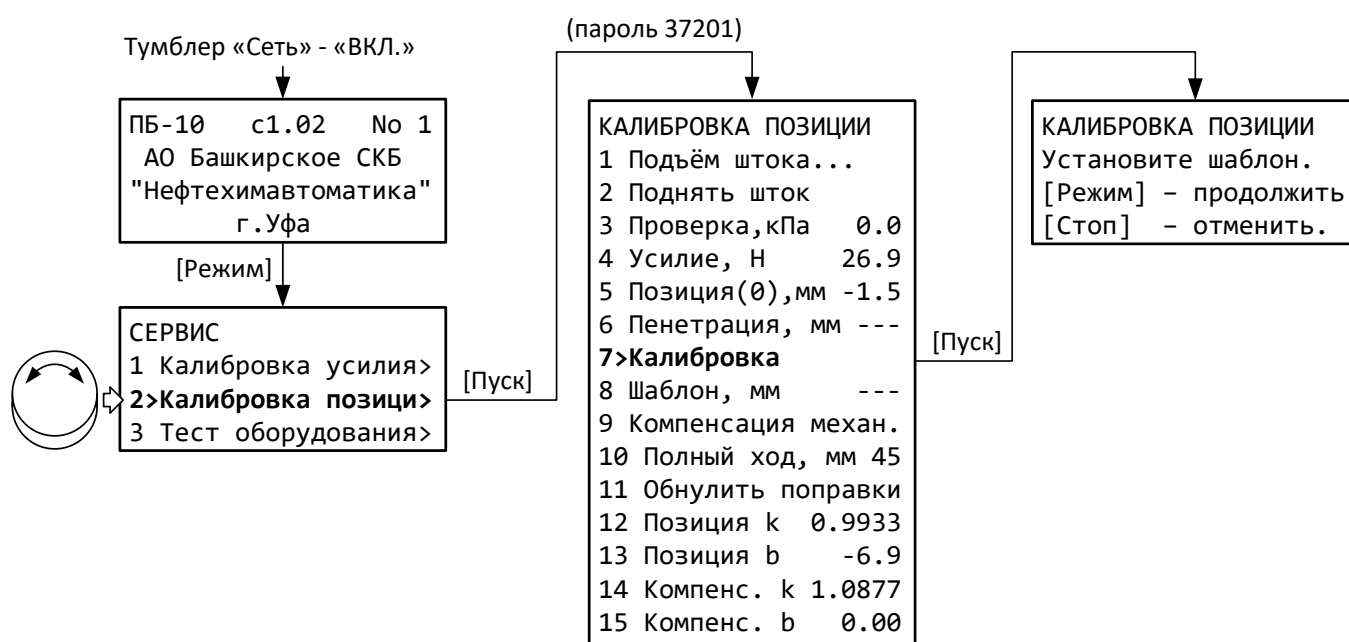

Рисунок 20 – Меню «Калибровка позиции»
5.6.1 Включить аппарат и перейти в меню «Калибровка позиции» (рисунок 20); для подтверждения входа в меню калибровки ввести пароль «37201». Инструкция по редактированию параметров приведена в приложении А, пункт А.2, на странице 20.